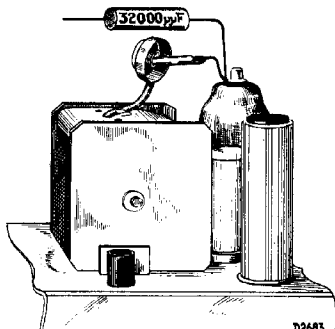

Fig. 2
4. Gemoduleerd signaal van 128 Kc., via een condensator van 32000 $\mu\mu\text{F}$ toevoeren aan het 4e rooster van L1 (zie fig. 2).